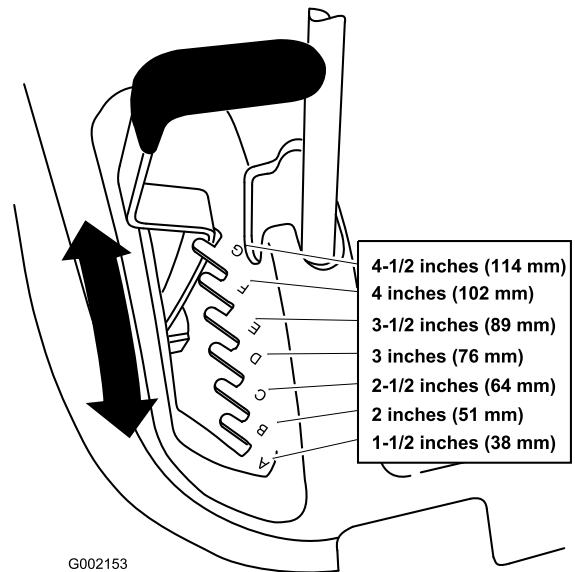

Bild 14
1. Heben Sie den Schnitthöhenhebel in die Transportstellung (gleichfalls die 114-mm-Höheneinstellung) (Bild 14).
2. Ziehen Sie den Schnitthöhenhebel nach oben in die gewünschte Position (Bild 14).